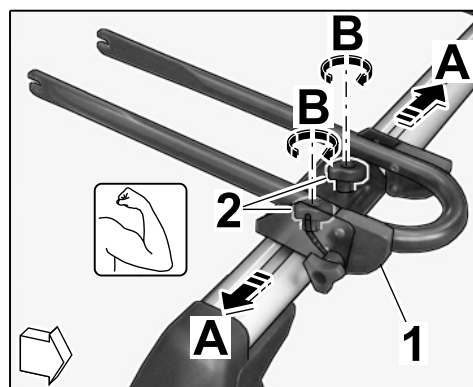

Fig. 27
6.1.3 Glisser / tirer le support de roue avant dans la position souhaitée sur le système de transport sur toit (⇒ Fig. 27-A-) et bloquer l'écrou à garrot M6 (⇒ Fig. 27-B-).